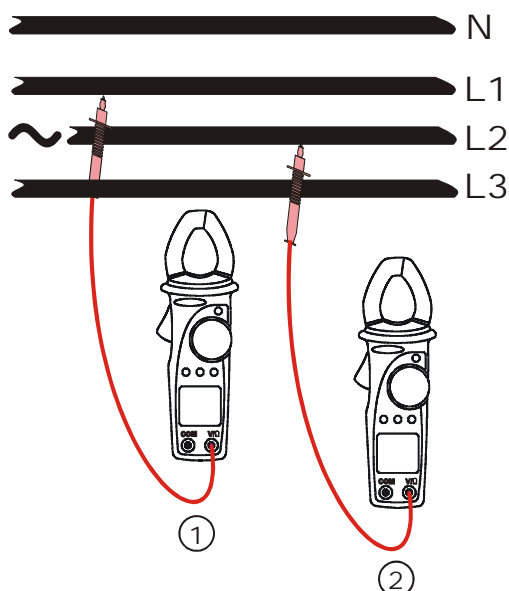
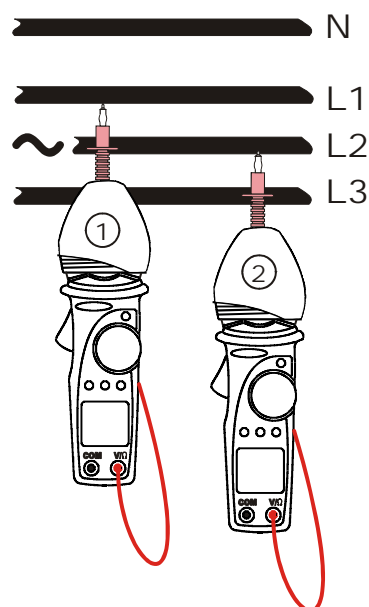

Fig. 14: detección del sentido cíclico de las fases
Fig. 15: detección del sentido cíclico de las fases con capuchón de goma
4. Conecte la punta roja a la fase L1 (ver la Fig. 14, 1ª medida). En alternativa use el capuchón práctico de goma para alojar la punta roja (ver Fig. 15, 1ª medida).
9. Posicione la punta en la Fase L2 (ver las Fig. 14 o Fig. 15 2ª medida).